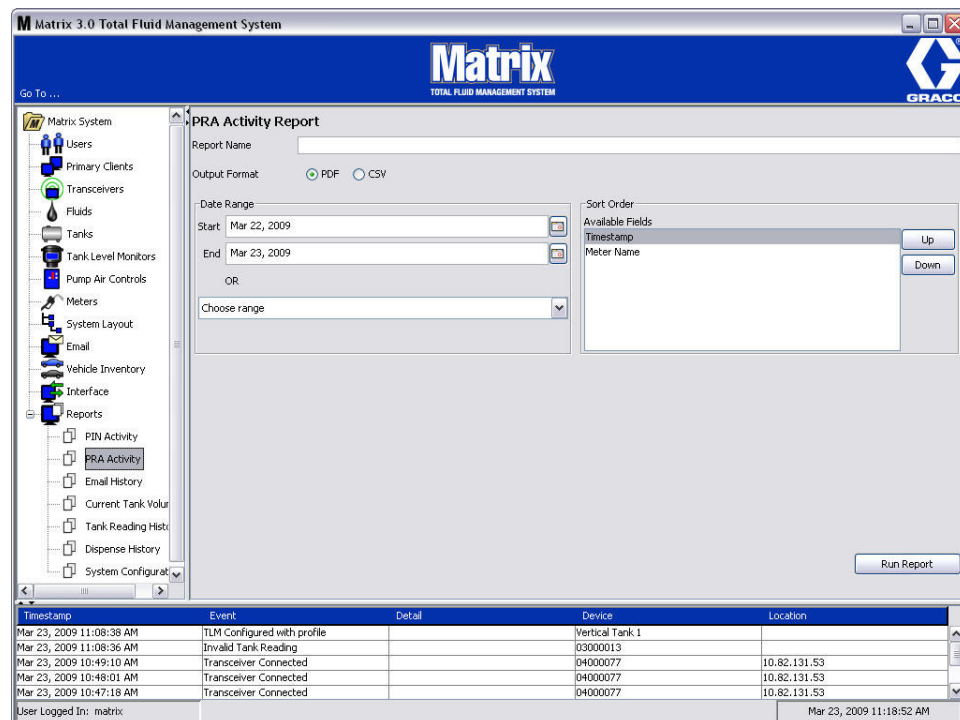

FIG. 169
- Scherm PRA-activiteit (FIG. 169)